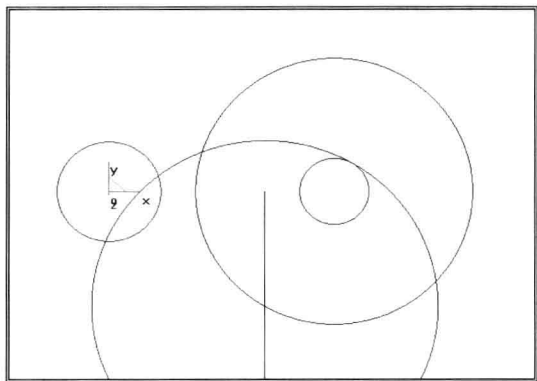

图 1-2-4 手柄图形绘制（三）
5) 按空格键，在工具菜单中选择“缺省点”，或直接按 **S** 键，移动光标至直线与 $R40$ 圆的交点位置，单击鼠标左键，拾取该点为圆心点，按空格键，在工具菜单中选择“切点”，或直接按 **T** 键，拾取 $R10$ 圆，单击鼠标左键，生成与 $R10$ 圆相切的 $R50$ 圆。绘图结果如图 1-2-4 所示。